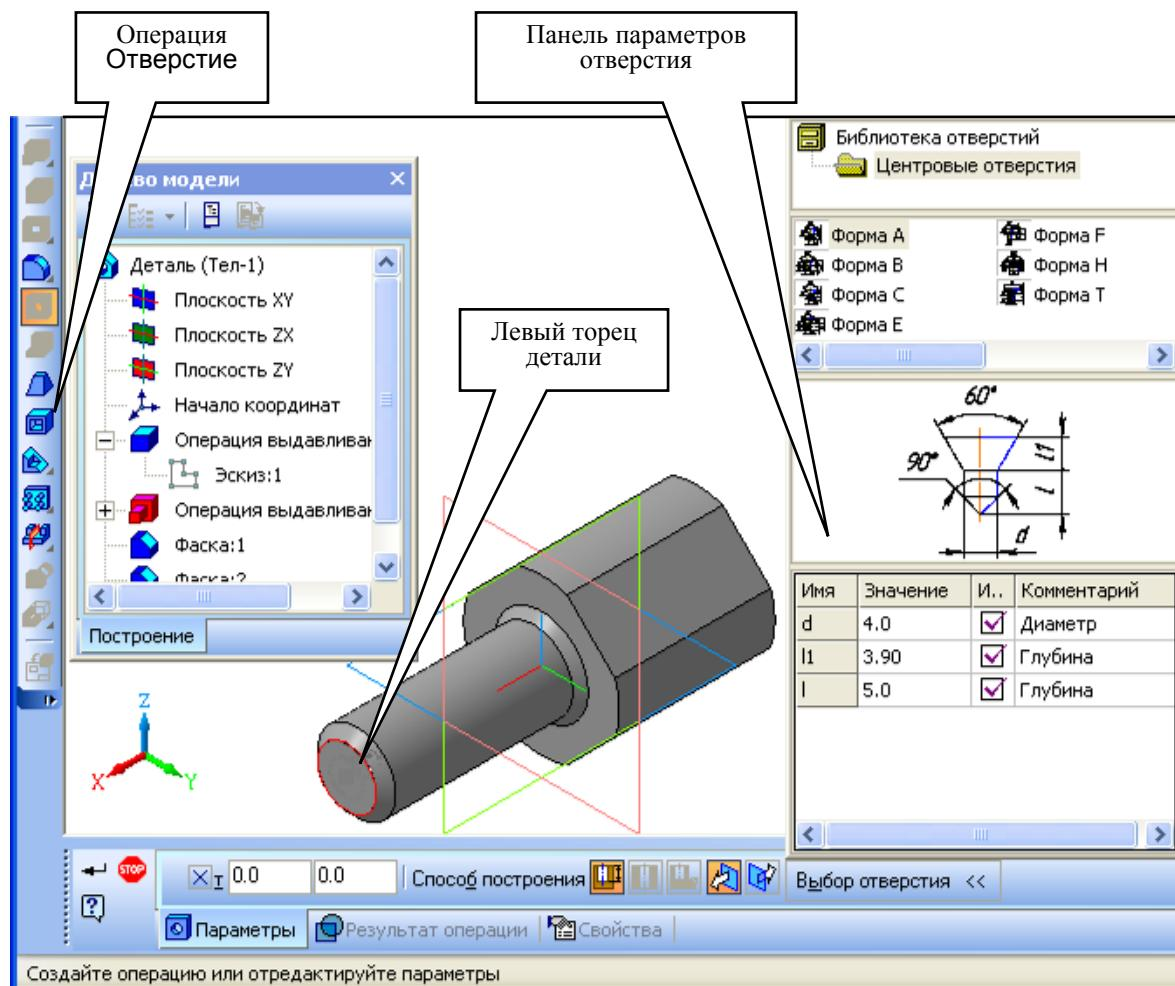

Рис. 3.50. Выполнение последовательности операций **Отверстие** → **Центровое отверстие** → **Форма A** → **Окно параметров отверстия**
Например, чтобы построить на заданной детали центровое отверстие (рис. 3.50), необходимо выполнить следующую последовательность операций:
2. Активизировать кнопку **Отверстие**, расположенную на Инструментальной панели (рис. 3.50). При этом открывается Библиотека отверстий.